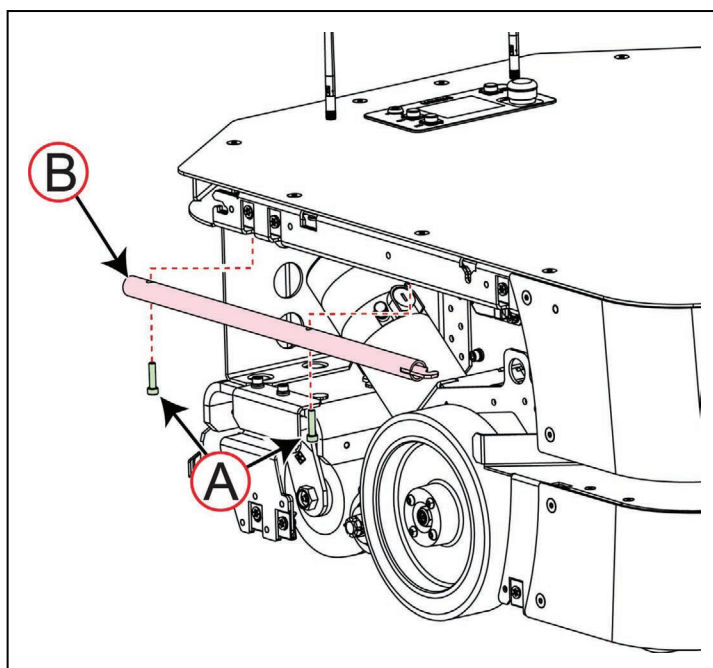

图8-2 车轮提升工具的位置
提供车轮提升工具，这样您就可以提起驱动轮，以进行维护作业。该工具位于LD-250的右侧，侧面外壳的下方，如图8-2中所示。
6. 将车轮提升工具存放在如图8-2中所示位置。